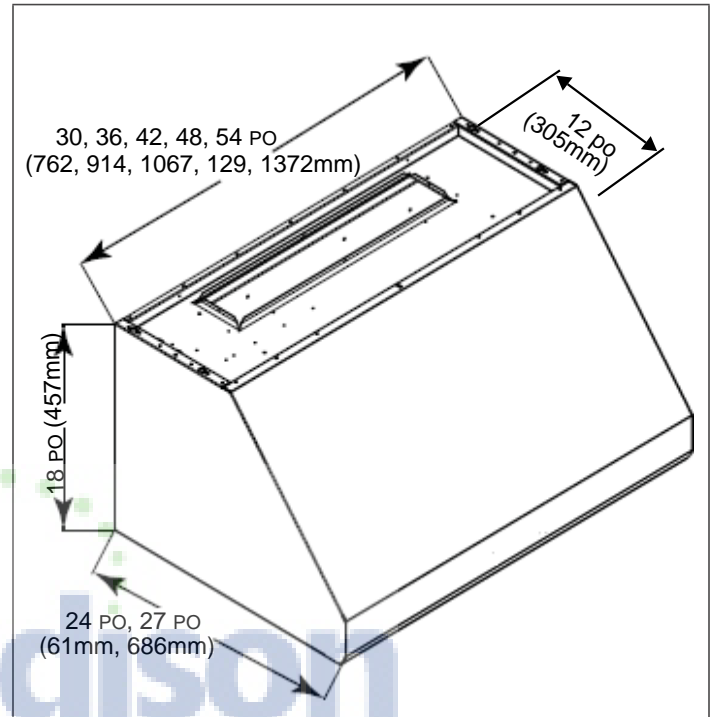

Figure 1: Hottes murales Pro de 24 po et 27 po
- Modèles de hotte murale Pro de 27 po (PHxxGS) : 27 po (686 mm) de profondeur, largeurs de 36 po (914 mm), 42 po (1067 mm), 48 po (1219 mm) et 54 po (1372 mm). Les modèles de cette série se caractérisent par leur pavillon en acier inoxydable brossé, des lampes halogènes et des lampes infrarouges (voir Figure 1).
- Modèles de hotte murale de 24 po (PHxxHS) : 24 po (610 mm) de profondeur, largeurs de 30 po (762 mm), 36 po (914 mm) et 48 po (1219 mm). Les modèles de cette série se caractérisent par leur pavillon en acier inoxydable brossé et des lampes halogènes (voir Figure 1).